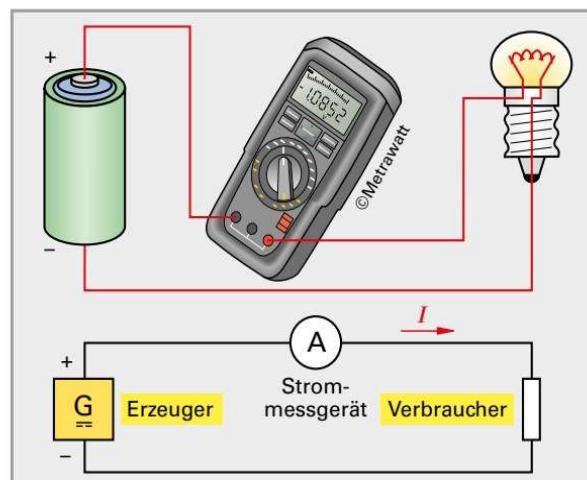

Bild 5: Strommessung
Die Spannung ist die Ursache für den **elektrischen Strom**. Elektrischer Strom fließt nur im geschlossenen Stromkreis. Der **Stromkreis** besteht aus dem Erzeuger, dem Verbraucher, der Leitung und z. B. einem zusätzlichen Strommessgerät (**Bild 5**).
Die **elektrische Stromstärke** (Formelzeichen I) misst man mit dem Strommessgerät (Bild 5, vorhergehende Seite). Die Einheit der elektrischen Stromstärke I ist das Ampere¹ (A). Im Schaltzeichen des Strommessgerätes steht A oder I .
In Schaltbildern wird die technische Stromrichtung verwendet (Bild 5, vorhergehende Seite). Der Strom fließt also vom Pluspol zum Minuspol des Generators.